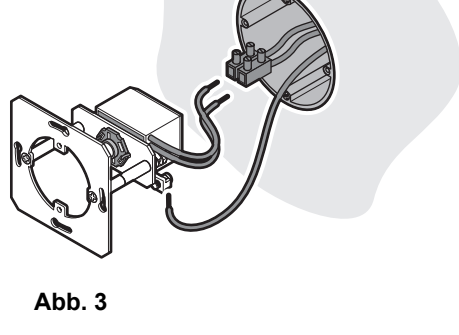

Abb. 3
2. Wandeinbauleuchte über Lüsterklemmen mit 230-V-Leitung und Schutzleiter verbinden (Abb. 3).